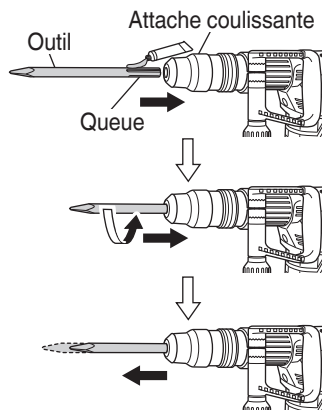

Fig. 2
- (1) Nettoyer, puis graisser la queue de l'outil avec de la graisse ou de l'huile mécanique.
- (2) Pour fixer l'outil (tige SDS max), l'insérer dans l'orifice jusqu'à ce qu'il touche l'extrémité intérieure de l'orifice comme indiqué sur la Fig. 2.
Comme indiqué sur la Fig. 2, tirer sur la poignée et sortir l'outil.